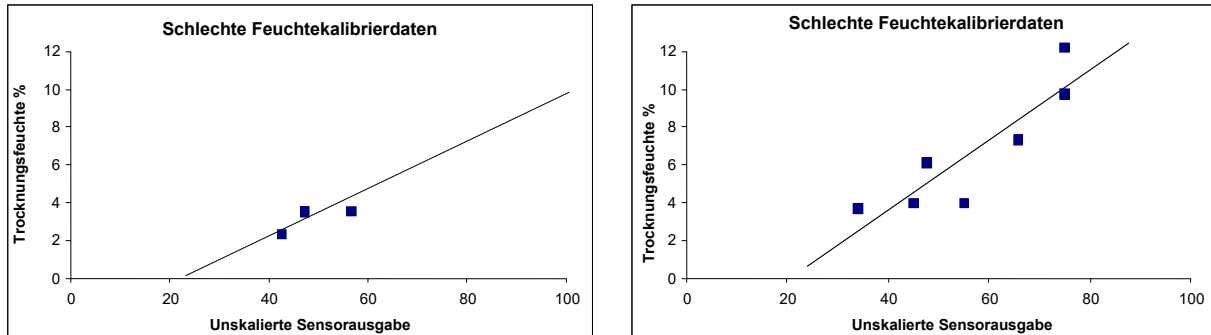

Abbildung 19: Beispiele für mangelhafte Kalibrierpunkte
- Es werden Proben mit ähnlichem Feuchtegehalt genommen (Abbildung 19, links). Es muss ein möglichst großer Feuchtebereich gegeben sein.
- Große Streuung der Messwerte, wie im folgenden Diagramm Abbildung 19 (rechts) dargestellt. Dies deutet gewöhnlich auf eine unzuverlässige bzw. uneinheitliche Probennahme („Austrocknung“) oder auf eine mangelhafte Sensorplatzierung mit unzureichendem Materialfluss hin.